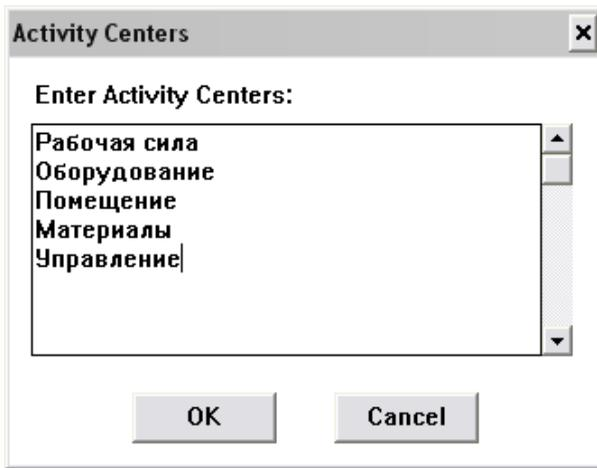

Рис. 4.2. Окно ввода центров стоимости
- в появившемся диалоговом окне введите имена для центров стоимости функций: Рабочая сила, Оборудование, Помещение, Материалы, Управление (см. рис. 4.2);